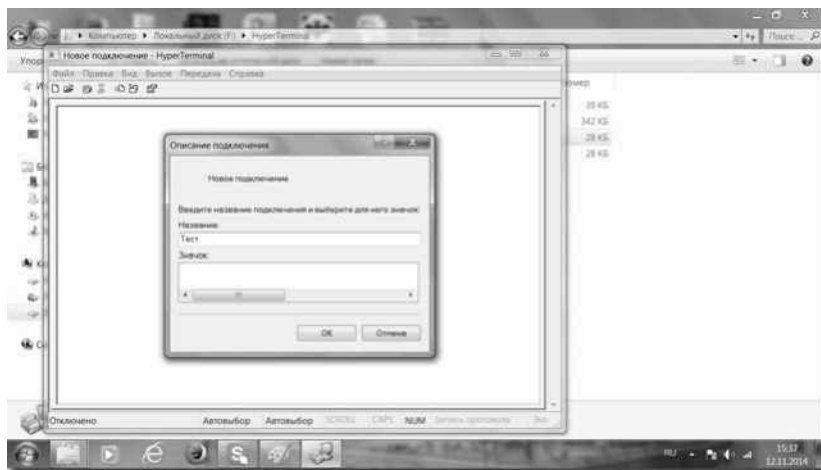

Рис. 21
4.6. Создаем новое подключение. Название подключения придумываем по Вашему желанию и нажимаем «ОК» (рис.21).